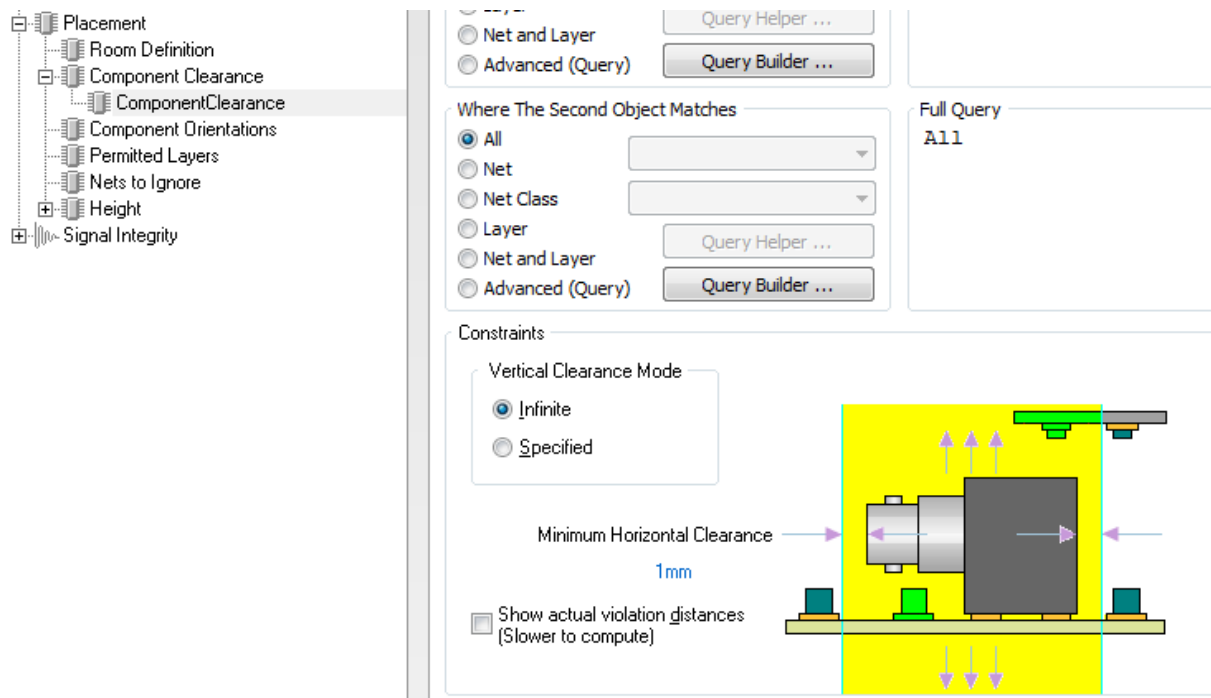

Рис. 111. Установка зазора между компонентами
7. Выбрать Design>>Rules. В открывшемся окне выбрать категорию Placement>>ComponentClearance. Установить курсор на правило ComponentClearance и задать его свойства, как показано на Рис. 111.